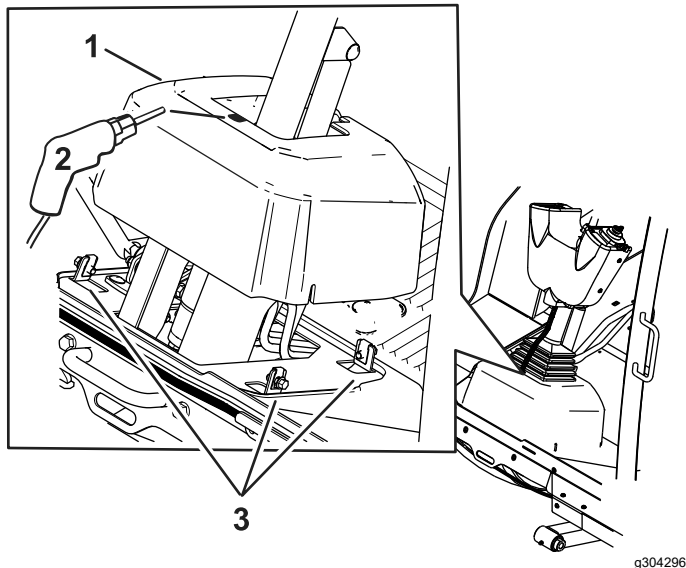

Figura 8
8. Afloje los pernos alrededor de la base de la columna de dirección (Figura 8).
9. Eleve la base y realice un taladro de 22 mm, tal y como se muestra en la Figura 8.